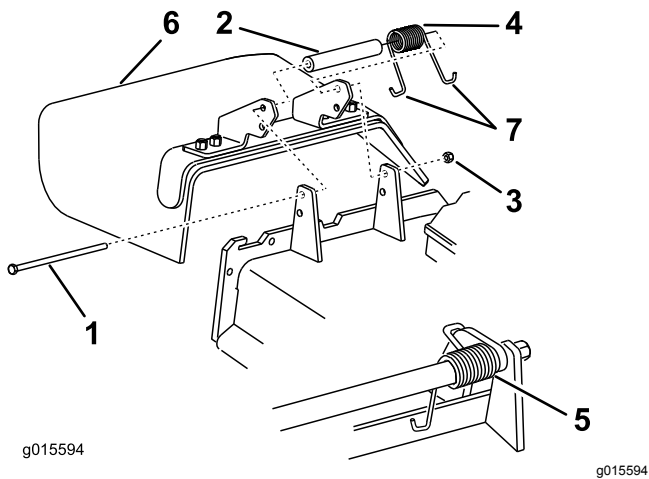

Figura 99
- Retire la contratuerca, el perno, el muelle y el espaciador que sujetan el deflector a los soportes de pivote (Figura 99).
- Retire el deflector de hierba dañado o desgastado (Figura 99).
- Coloque 1 extremo en J del muelle alrededor del deflector de hierba (Figura 99).
Nota: Asegúrese de colocar un extremo con gancho en J del muelle detrás del reborde de la carcasa antes de instalar el perno, según se muestra en Figura 99.